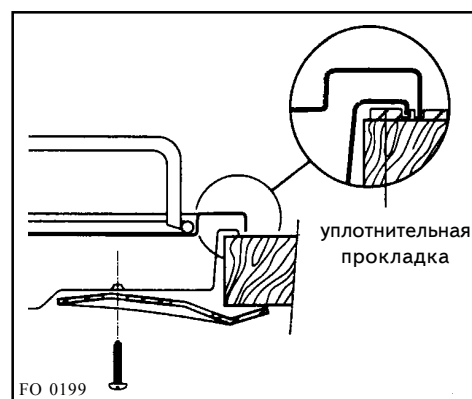

Рис. 6
- 3) Закрепите варочную панель винтами (рис. 6). При затягивании винтов уплотнение может выступить из-под панели, эти излишки можно затем удалить.